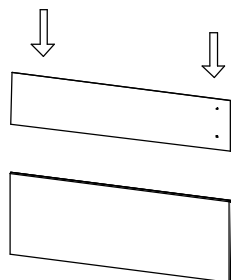

Рис.1
4. Вставить в паз стекло № 32, соблюдая расположение отверстий на стекле (Рис. 1), сторона стекла с расстоянием 62 мм от торца до отверстия вставляется в паз.